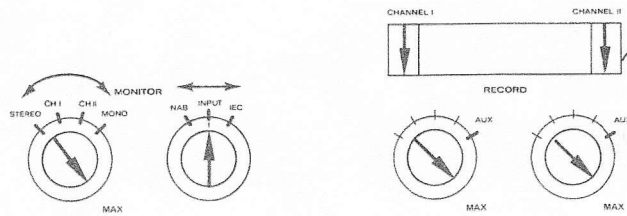

Bild 6.7.–85
– Bedienungselemente nach Bild 6.7.–85 einstellen.